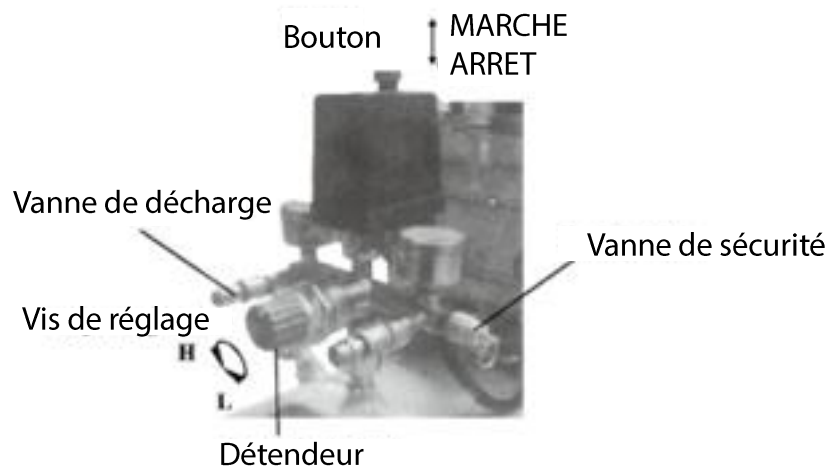

Fig. 2
- (1) L'endroit de positionnement du compresseur doit être propre, sèche et ventilée.
- (2) Tenir la tension du courant dans les $\pm 5\%$ de la tension nominale.
- (3) Maintenir le niveau d'huile dans le niveau cerclé de rouge.
- (4) L'huile recommandée pour le compresseur est la SAE30 ou L-DAB 100 au-dessus de 10°C , et SAE10 ou L-DAB68 sous 10°C .
- (5) Ouvrir la vanne de sortie, régler le bouton du pressostat en position Marche (Fig. 2), laisser le compresseur tourner 10 minutes à vide pour assurer la lubrification des pièces en mouvement avant les opérations normales.
- (1) Ouvrir d'abord le robinet de vidange sous la bouteille puis le fermer.
- (2) Le compresseur est contrôlé par le pressostat au cours des opérations normales. Il s'arrête automatiquement quand la pression monte au maximum et redémarre automatiquement quand la pression atteint le seuil minimum. La pression nominale a été réglée lors de la fabrication. Ne pas la changer négligemment. Dès que le moteur s'arrête, l'air comprimé dans le tuyau de décharge doit être libéré par la vanne de sortie sous le commutateur. C'est la condition nécessaire pour redémarrer ou sinon, le moteur sera endommagé. La pression nominale peut être réglée en tournant le bouton de réglage du détendeur (Fig. 2).
- (3) La pression de sortie d'air comprimé peut être ajustée sur le détendeur (Fig. 2). Tirer le bouton de régulation et le tourner dans le sens horaire pour augmenter la pression.
- (4) Quand le compresseur doit être arrêté alors qu'il est en marche, mettre le commutateur en position Arrêt.